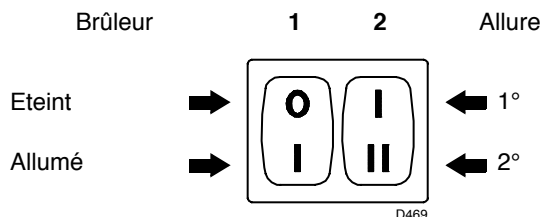
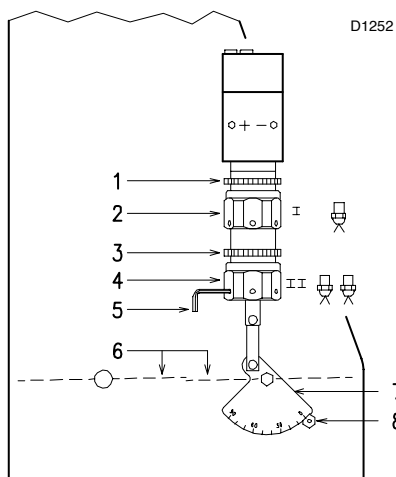

Fig. 20
Fig. 21
- Faire démarrer le brûleur en fermant les télécommandes et en plaçant l'interrupteur 1) (page 18 Fig. 20) sur la position "ALLUME". La pompe doit tourner dans le sens indiqué par la flèche dessinée sur le couvercle.
- Lorsque le fioul déborde de la vis 3), la pompe est amorcée. Refermer le brûleur : interrupteur 1) (page 18 Fig. 20) sur "ETEINT" et serrer la vis 3).
Mettre l'interrupteur 1) (Fig. 20) sur la position "ALLUME".
Maintenir le brûleur en mode de fonctionnement à 1ère allure en plaçant l'interrupteur 2) (Fig. 20) en position 1ère allure. L'ouverture du volet 6) (Fig. 21) doit être proportionnée au gicleur choisi : le repère 8) (Fig. 21) doit correspondre à l'encoche indiquée sur le secteur gradué 7) (Fig. 21) Le réglage se fait par rotation de l'hexagone 2) (Fig. 21) :
Mettre l'interrupteur 2) (Fig. 20 page 18) en position 2e allure et régler le volet 6) (Fig. 21) en agissant sur l'hexagone 4) (Fig. 21), après avoir relâché la bague 3) (Fig. 21).
pour faciliter le réglage des hexagones 2) et 4) (Fig. 21), utiliser une clé hexagonale de 3 mm 5) (Fig. 21).